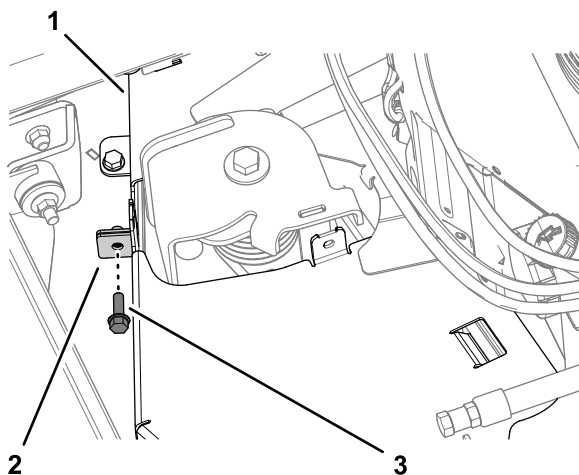

Figure 30
3. Fixez les brides du protège-courroie à l'aide de la vis à embase (Figure 30) que vous avez